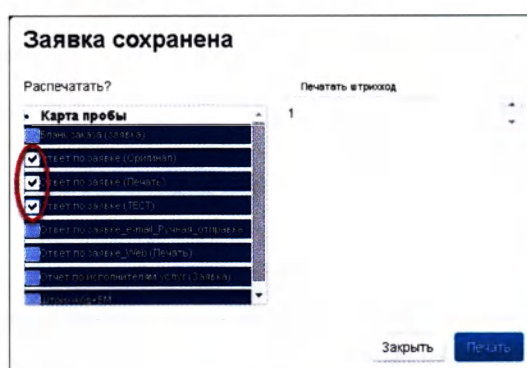

Рисунок 2.68
- Если необходимо, выберите в левой части окна дополнительные документы, щелкнув по ним левой кнопкой мыши (Рисунок 2.68):